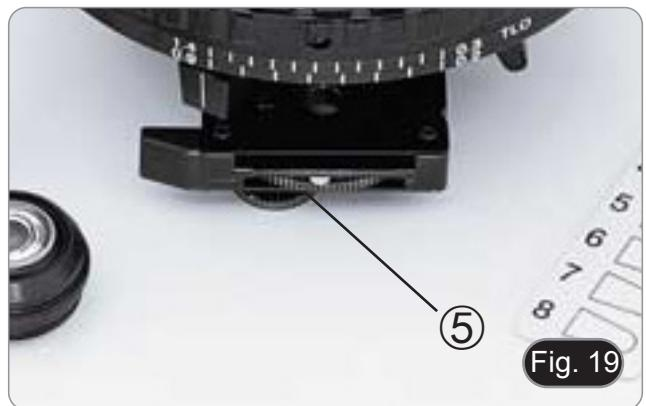

Fig. 19
6. Tourner la roue du polariseur ⑤ sous le condensateur (Fig. 19) pour obtenir un obscurcissement maximal des oculaires, puis serrer la vis de blocage de rotation du polariseur ④.